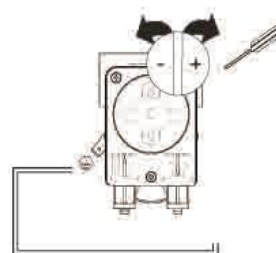

Fig.8
- 2- Ouvrir en vissant en sens horaire jusqu'à le réglage va joindre la quantité nécessaire. (Fig.8)